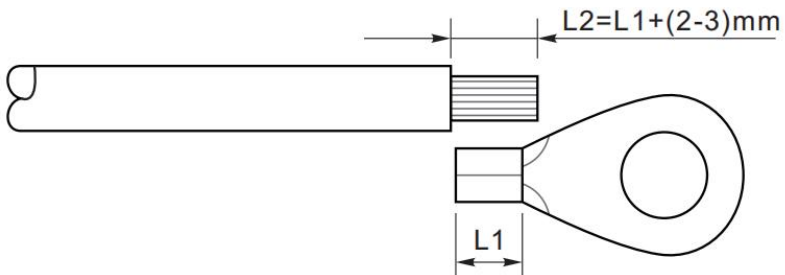

Abbildung 5-2 Anleitung für den Erdungsanschluss (1)
Schritt 1: Entfernen Sie die Isolierschicht in angemessener Länge mit einer Abisolierzange (siehe Abbildung 5-2).